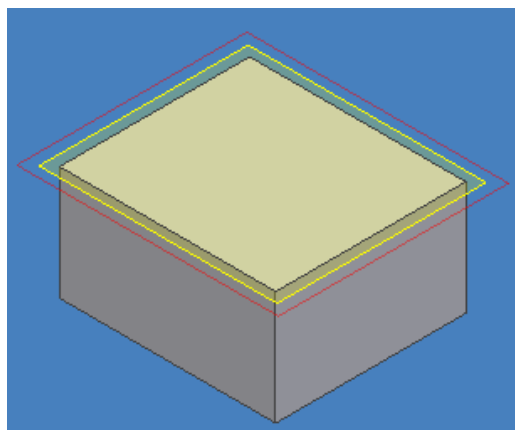

Figura 3.39 Selección de plano de trabajo para realizar un OFFSET.
- Posicione su ratón en la frontera del plano creado, notara que un recuadro punteado rojo surgirá entorno a su plano de trabajo, figura 3.39